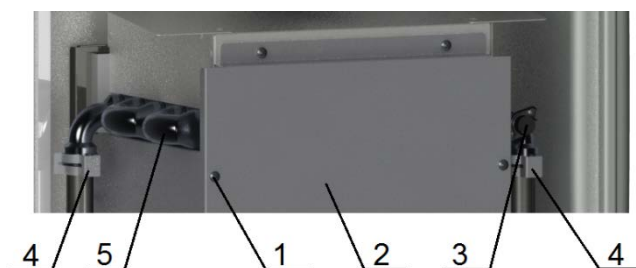

Рис. 12 Демонтаж теплообменника
- отвернуть шесть саморезов (1), см. рисунок 12, снять стенку (2) вместе с теплоизоляцией;
- отсоединить провода от термореле (3), см. рисунок 12;
- снять две клипсы (4) крепления труб к теплообменнику (5);